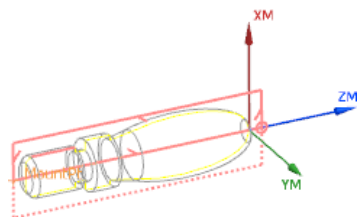

图 4.5 毛坯边界
Step5. 在“选择毛坯”对话框的**长度**文本框中输入值 100.0，在**直径**文本框中输入值 30.0；单击按钮，在图形区中显示毛坯边界，如图 4.5 所示。